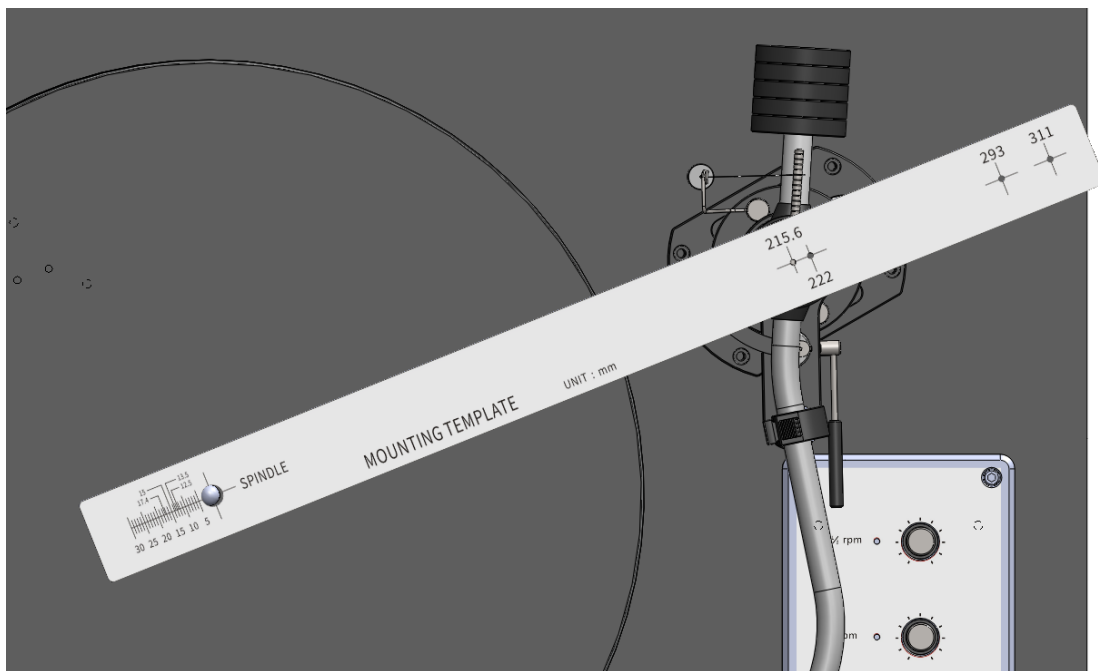

图 3-1
3. 使用唱臂调整规尺按照图 3-1 调整唱臂座的位置，调整归尺一头固定在唱机主轴上，另外一头 215.6 的位置对准唱臂柱的中心孔的位置，当位置对准后把唱臂固定住，但是不要将螺丝拧太紧，方便后面微调位置。